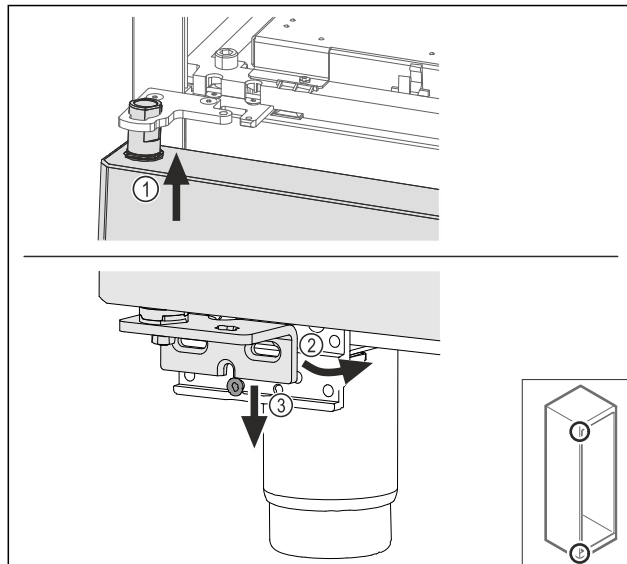

Fig. 64
- ▶ Nałożyć lekko przechylone drzwi Fig. 64 (1), ustawić drzwi prosto Fig. 64 (2) i założyć od dołu na śrubę płytki zawiasu Fig. 64 (3).